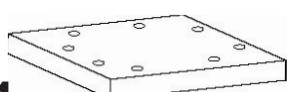

Abb. 1
- Positionieren Sie das Bodenpaneel mit den Löchern (zum Einsticken des Schlüssels für die Haken) nach oben **Abb. 1**.